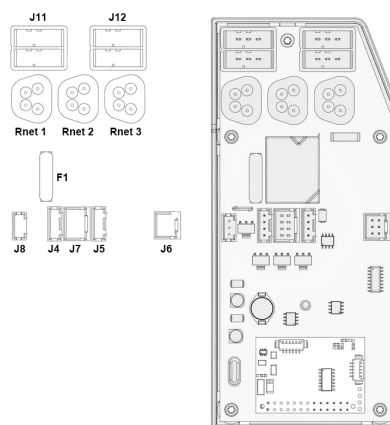

Abbildung 39. ICS-Hauptmodul.
4. Die Stellvorrichtung vom ICS Master Modul abziehen. Sie ist an einen der Kontakte J11 oder J12 angeschlossen. Siehe Abbildung. 39. Vor spätere Montage beachten, wo sie angeschlossen ist.
2. Stellvorrichtung wieder an die Kontakte J11 oder J12 am ICS Master Modul anschließen. Siehe Abbildung. 39.